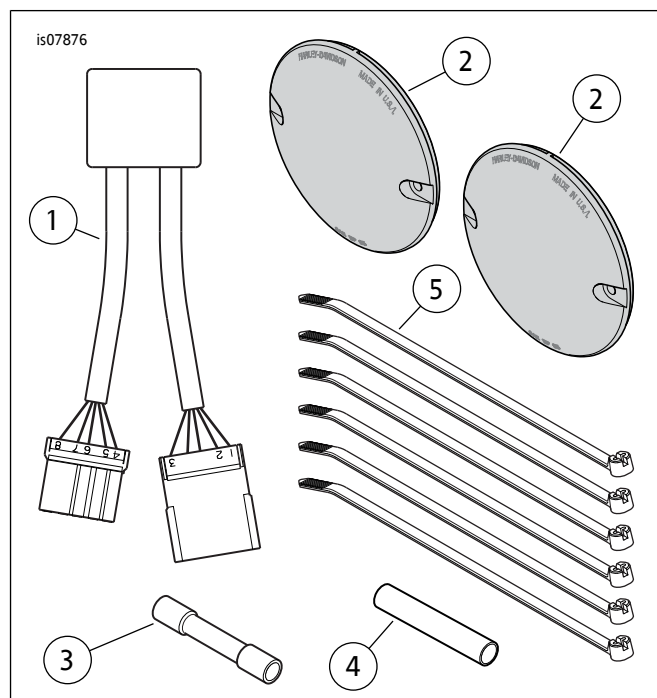

图3。维修零件：辅助刹车灯/行车灯/转向信号灯转换套件
参见图3和表1。
2. 参见图3。从套件中取出转向信号模块(1)。将模块连接器插接至来自步骤1的连接器。搭扣到位。
6. 参见图3。从套件中取出红色转向信号透镜(2)。将红色透镜安装至后转向信号灯罩。使用原厂螺丝固定。可靠拧紧。对另一个透镜重复操作。